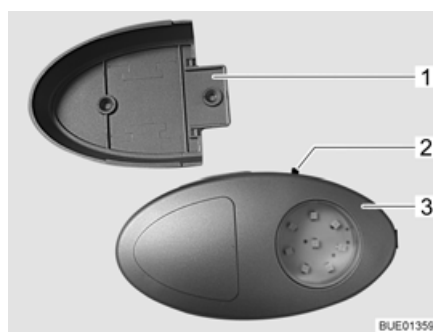

Bild 85 Klädskåpslampa/ficklampa
- ▷ Klädskåpslampan kan dras ut från skruvhållaren (Bild 85,1) och användas som ficklampa.
På-/av-brytaren (Bild 85,2) sitter direkt på klädskåpslampan (Bild 85,3).